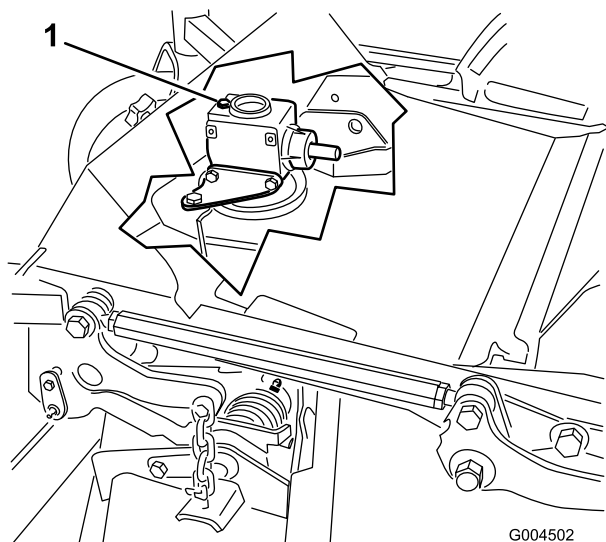

Figura 43
6. Retire a vareta/tampão de enchimento da parte superior da caixa de velocidades (Figura 43) e verifique se há lubrificante entre as marcas da vareta.
6. Retire a vareta/bujão de enchimento da parte de cima da transmissão (Figura 43).